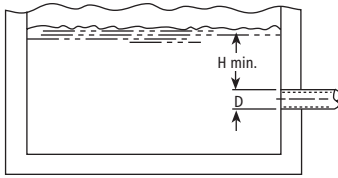

Figure 8
- S'assurer que le diamètre (d) et la hauteur d'immersion (h) de l'orifice d'entrée du tuyau d'aspiration sont suffisants pour empêcher l'aspiration d'air par vortex (fig. 8 à 11).